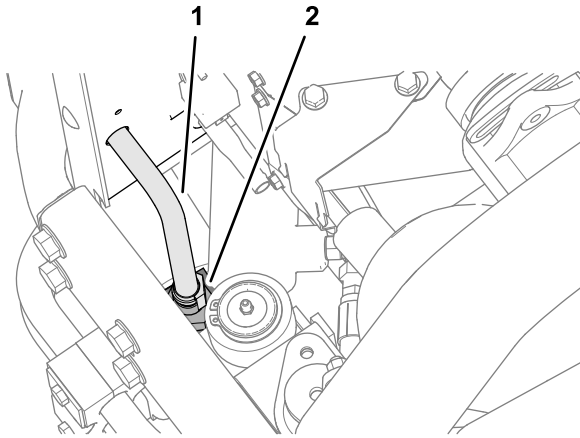

Figura 13
- Desconecte el tubo de salida del enfriador hidráulico del acoplamiento en la parte superior del cabezal del filtro hidráulico (Figura 13).